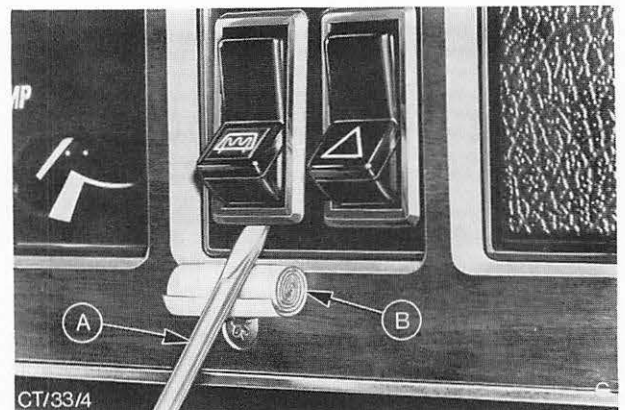

Abb. 54 Schalter ausbauen
3. Schalter mit einem kleinen Elektriker-Schraubenzieher wie in Abb. 54 gezeigt, ausbauen.